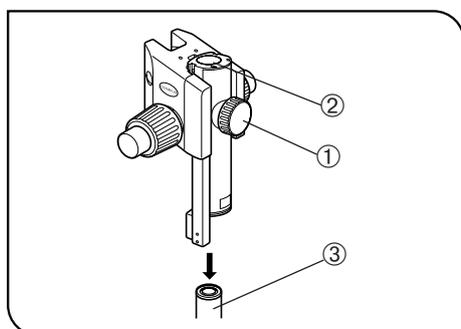

Fig. 17
2 Montar o conjunto de focagem (fig. 17 & 18)
1. Comece por desapertar totalmente o botão de aperto do conjunto de focagem ① e, enquanto segura o conjunto de focagem com as duas mãos, insira o pilar ③ por debaixo no orifício de montagem ②. (Fig. 17)
2. Desça o conjunto de focagem até parar e, depois, aperte o botão de aperto do conjunto de focagem ①. (fig. 17)
Se o botão de aperto ① for apertado sem que o pilar ③ esteja completamente introduzido no orifício de montagem ②, a mola da placa que suporta o pilar deforma-se e o pilar já não entra no orifício. (Fig. 17)